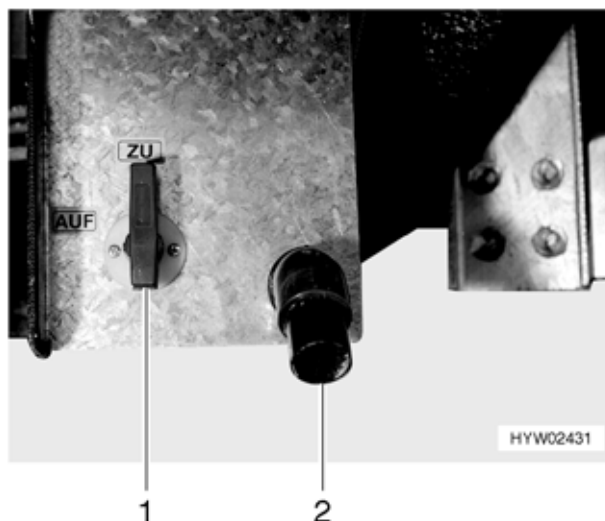
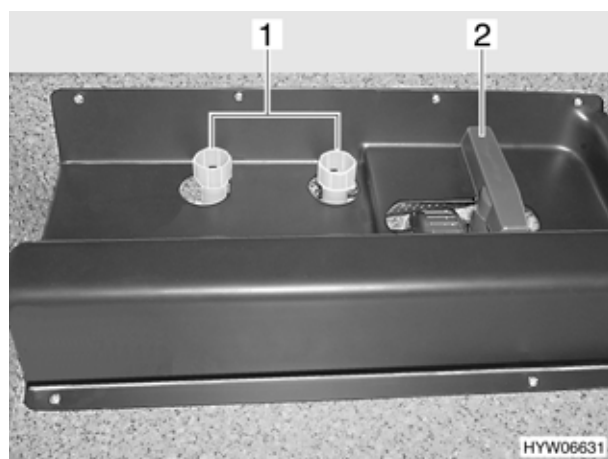

Fig. 174 Leva di comando e tubo di scarico del serbatoio delle acque grigie, chiuso
Fig. 175 Leva di comando per il serbatoio delle acque grigie nel garage di coda, chiuso
- per il tubo di scarico (Fig. 174,2) sul lato sinistro o su quello destro del veicolo (Fig. 174,1) con modelli senza doppio fondo oppure
- nel garage di coda/gavone di coda (Fig. 175,2) sui modelli con doppio fondo.
Il tubo di gomma per lo scarico (di serie) è posto nel vano portabombole e può essere usato come prolunga fissandolo al tubo di scarico (Fig. 174,2).
- Per aprire il rubinetto di scarico ruotare la leva di comando (Fig. 174,1 o Fig. 175,2) di un quarto di giro in senso antiorario. Leva di comando è in posizione orizzontale.